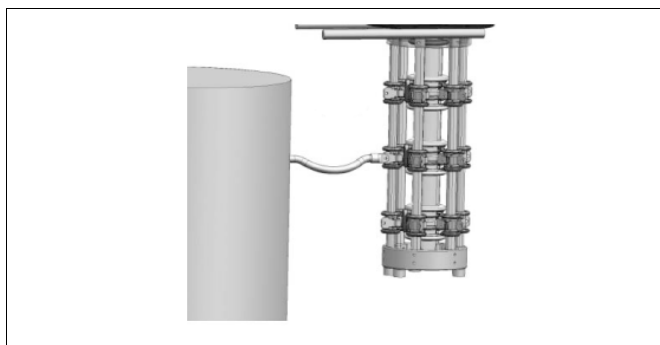
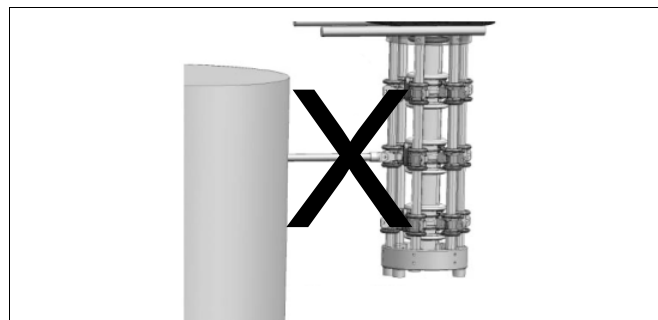
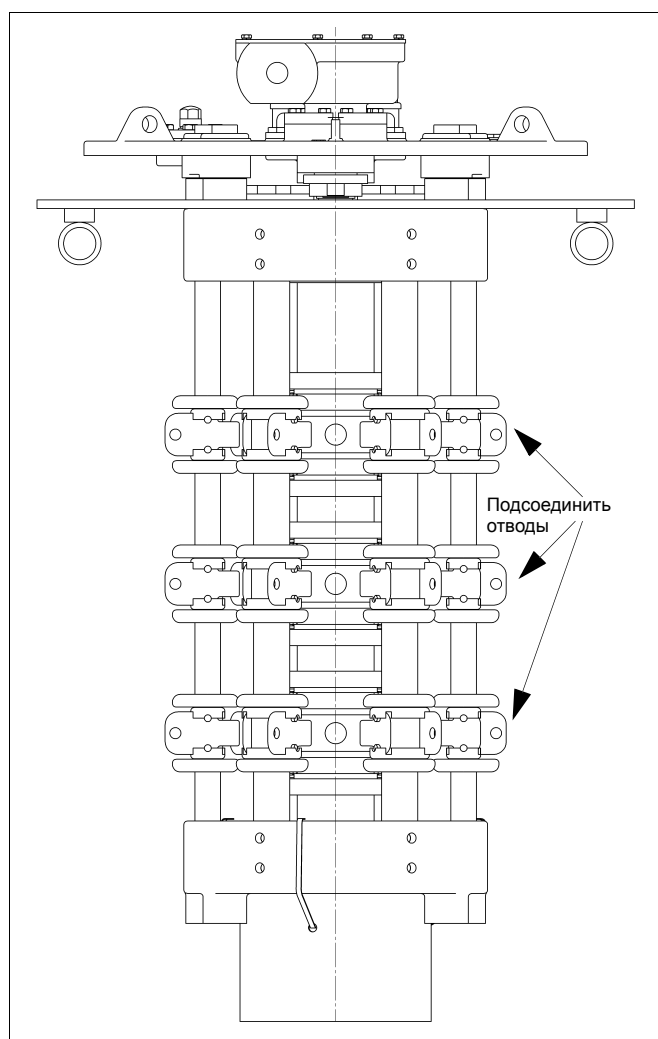

рис. 100
рис. 101
рис. 102
- 3) Подключение устройство ПБВ к обмоткам трансформатора происходит согласно разделу 6. Обратите внимание на свободную (без механического напряжения) прокладку отводов (**рис. 100, рис. 101, рис. 102**)!